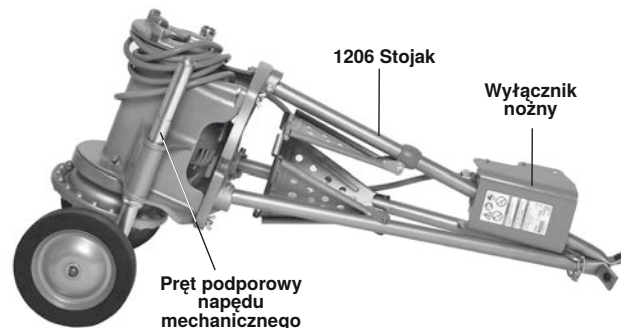

Rysunek 27 – Zmontowane urządzenie transportowe nr 32
1. W razie potrzeby zmontuj urządzenie transportowe nr 32 (zob. *Rysunek 27*).